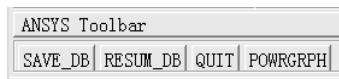

图 10-109 工具条
(3) 单击操作界面左上角工具条中的“SAVE\_DB”按钮（见图 10-109），保存文件。